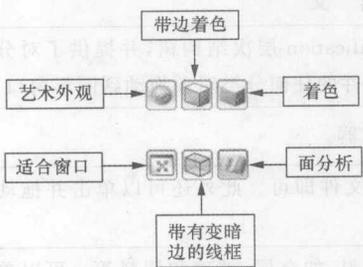

图 1.2 挤出式按钮
(1) 挤出式按钮:在绘图区按住鼠标右键不放,UG NX 6.0 将打开新的挤出式按钮,同样可以选择多种视图的操作方式,如图 1.2 所示。
(2) 小选择条和视图菜单:小选择条和视图菜单将选择功能直接显示在光标位置上,由此减少了鼠标移动,从而提高了工作效率。无论何时使用视图快捷菜单,都可以在图形窗口中显示选择条的精简版本。